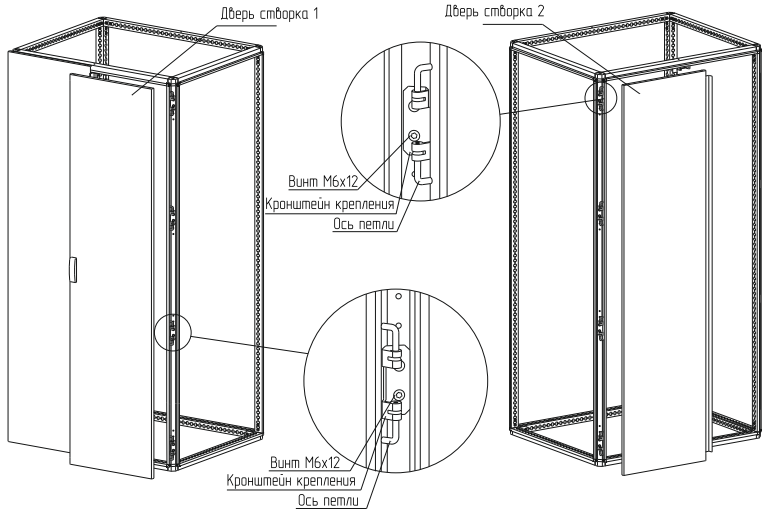

Рисунок 27
4.14.3 Закрепите петли на каркасе на левой и правой стойке (рисунок 27). Для крепления использовать винты М6х12. Момент затяжки – 7 Н·м.